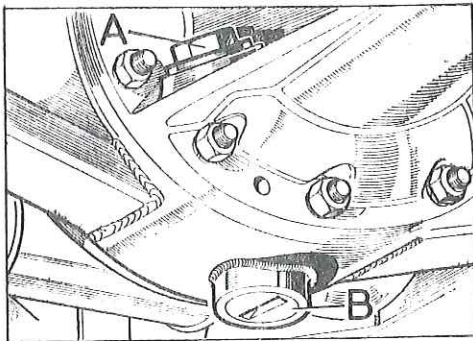

Fig. E -2 - Tapones de vaciado y llenado
- 1.2. Extraer el tapón de vaciado -B- (Fig. E -2), dejar que salga todo el aceite, volver a colocar el tapón con su junta dándole previamente dos vueltas con cinta de teflón a la rosca -- del tapón.
- 2.1. Quitar el tapón de llenado y nivel A (Fig. E -2)